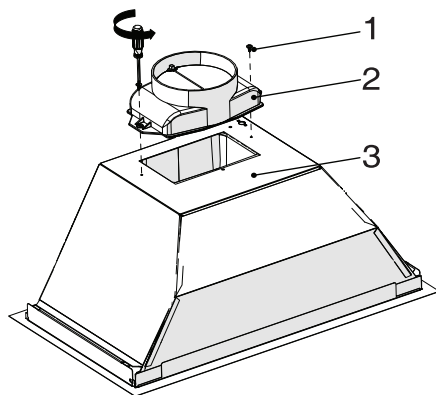

Figure 3
- Fixez le conduit en plastique contenu dans l'emballage au corps de l'appareil à l'aide de 2 vis 3,5x9,5. (Figure 3) Ne le frottez pas contre la surface. (Figure 3)